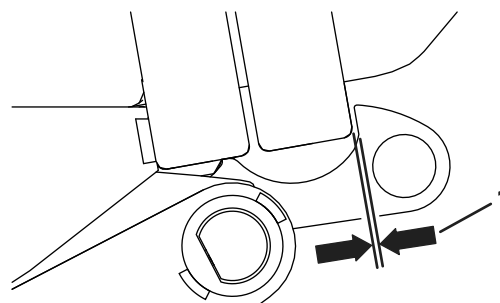

図 5
4. 閉じた状態のホッパードアとフックとの間のすき間をチェックする。すき間の規定値は 2 mm。必要に応じて調整する 図 5。